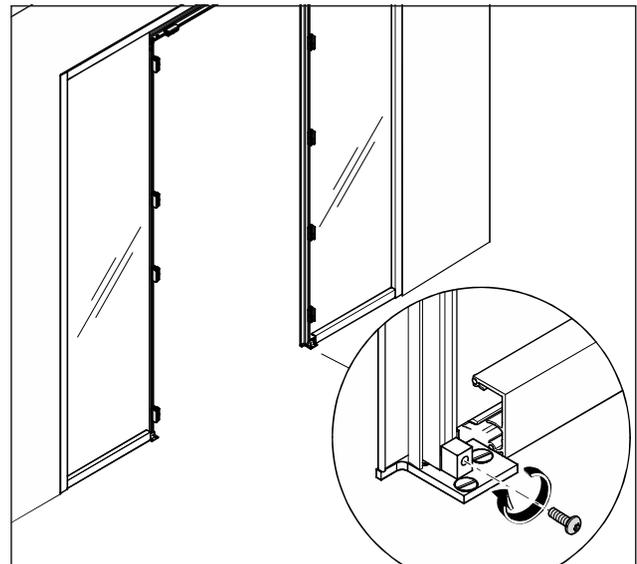

Abb. 34 Das Grundprofil für die Zarge mit den Zargenpositionierern verbinden
8. Die Zarge mit den Zargenpositionierern verbinden (Abb. 34).